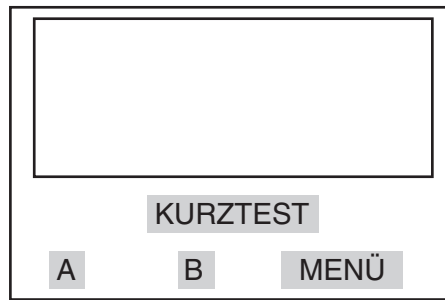

Abbildung 15 Beispiel: Optionen beim Überlastversuch
3. 'WAEHLEN' drücken, um in den Bildschirm mit den Testoptionen zu gelangen (wie als Beispiel in Abbildung 15 gezeigt). Mit der Option 'QUIT' gelangt man zum Auswahlbildschirm für Überlastversuch A oder B zurück.